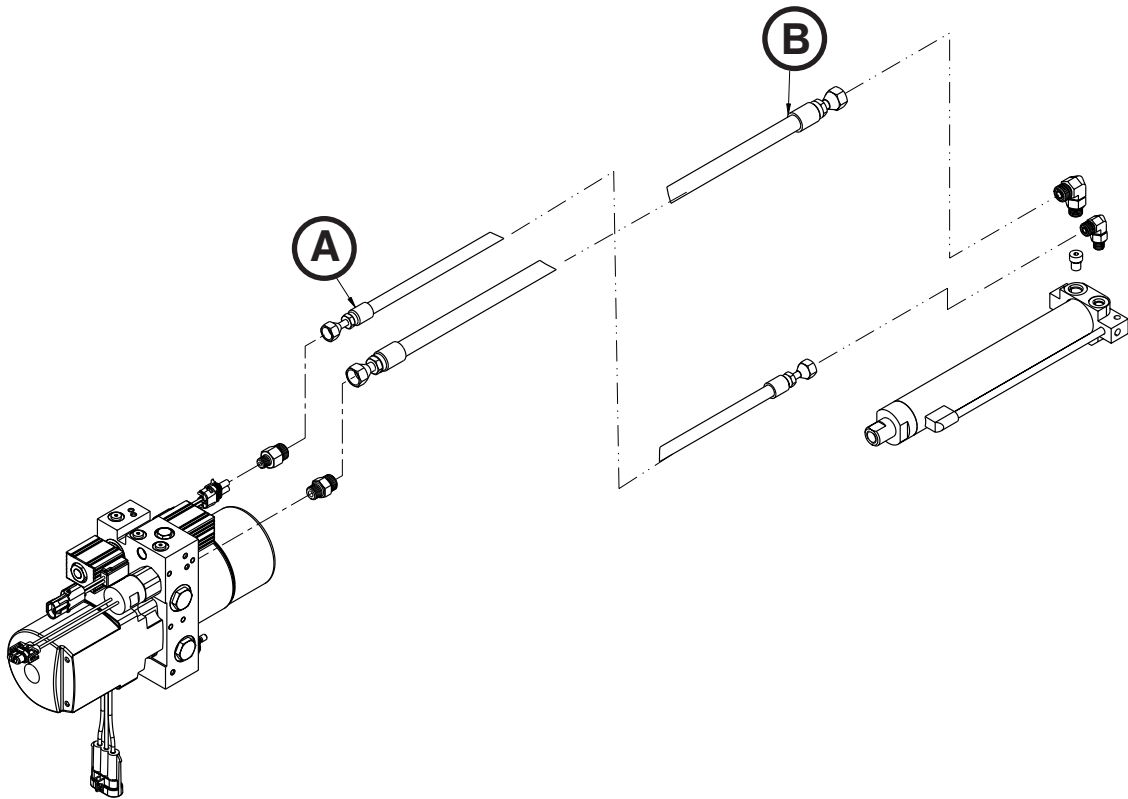

Figure 61
3. A l'aide de clés mixtes de 11/16 et 13/16, retirer le tuyau endommagé (A ou B) (Figure 61).